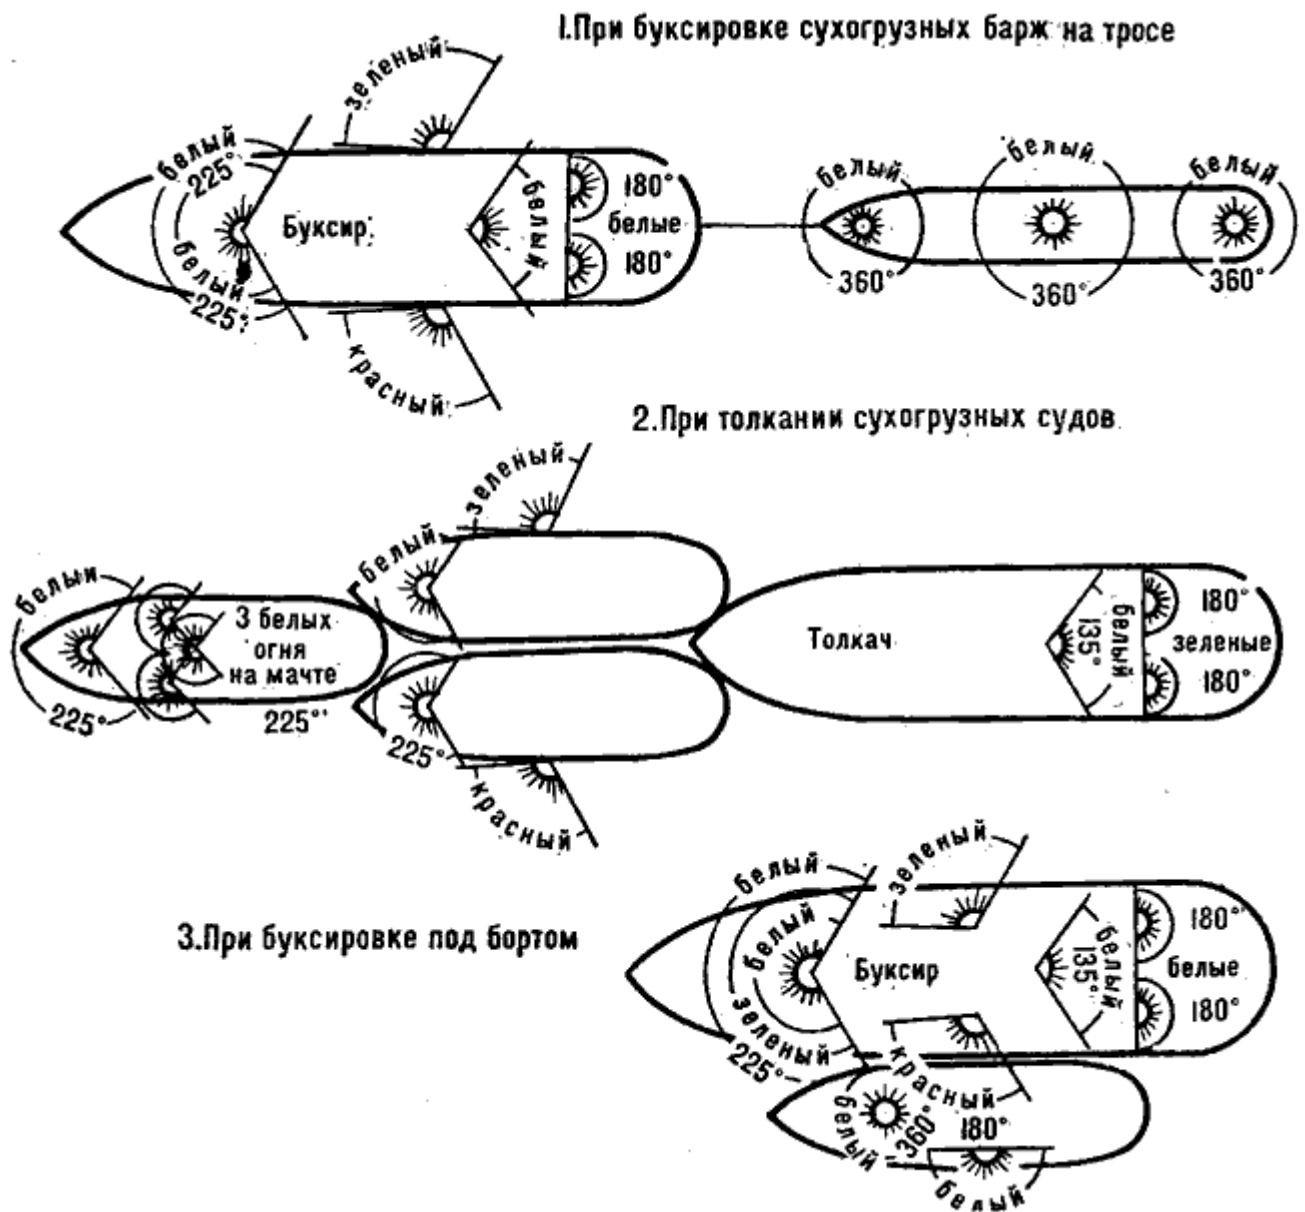

Рис. 144. Схема расположения ходовых огней на речных буксирах
4. *Буксирные суда, ведущие на буксире другие суда или плоты, кроме огней, предусмотренных § 25 для одиночных судов (отличительных, гакового и гакабортных), несут на передней мачте (рис. 144):*
- сухогрузные, длиной более 50 м - кроме белого клотикового на мачте по одному белому огню на носовом и кормовом флагштоках (рис. 144);
- буксируемое под бортом - один белый клотиковый огонь на мачте и один белый огонь с внешнего борта (рис. 144);
Если ширина толкаемых судов превышает ширину толкача, то его отличительные огни переносят на наружные борта толкаемых судов (§ 35, рис. 144).